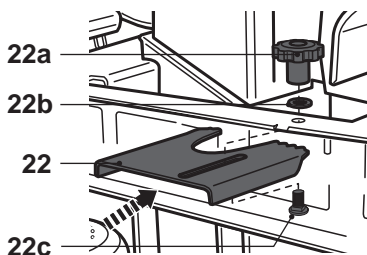

Fig. 4c
- > Insérez le boulon [22c] par la fente du support de bûches [22] et par le trou de la plaque de fixation [8], puis fixez-le avec la rondelle [22b] et la poignée [22a] (Fig. 4c). La fente permet d'ajuster les supports [22] en fonction de la taille des bûches.